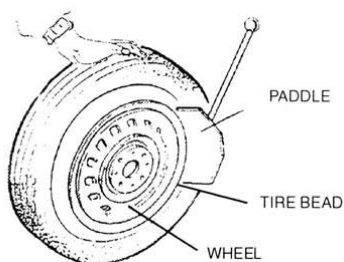

рис.5
1) ВНИМАНИЕ: Перед выполнением данного этапа полностью спустите воздух из шины, вывернув золотник, и уберите с колеса балансировочные грузы. 2) Полностью сведите кулачки на монтажном столе. 3) Отведите лопату отжима крышки наружу вручную. Установите колесо напротив резинового буфера. Подведите лопату к покрышке на расстоянии 10 мм от края обода (см. рис. 5). 4) Нажмите педаль отжима до упора, для приведения в действие лопатки. Отпустите педаль, когда лопата переместится до конца по своему ходу или когда покрышка сместится во внутреннее углубление обода. 5) Немного поверните шину и повторите процедуру по всей окружности обода, пока покрышка не отойдет полностью от обода. 6) Повторите вышеописанное с другой стороной шины/колеса.